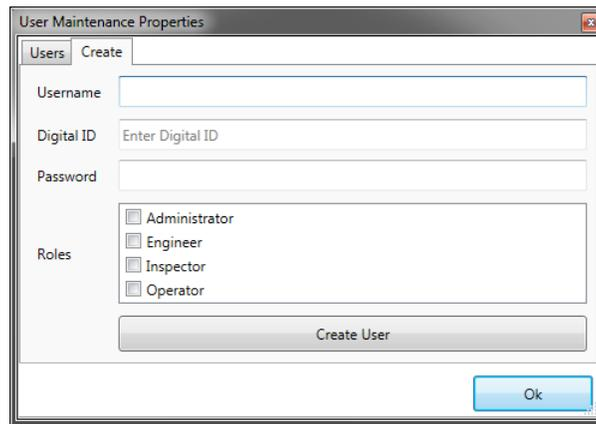

Figure 3.2 Création d'un compte d'utilisateur
5. Cliquez sur l'onglet Créer .	Voir Figure 3.2.